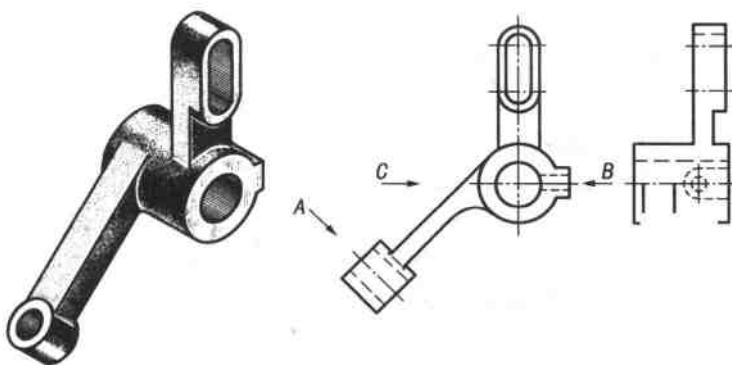

图 28
28. 根据轴测图和主视图（图 28），补画斜视图 A、局部视图 B，并完成局部视图 C。